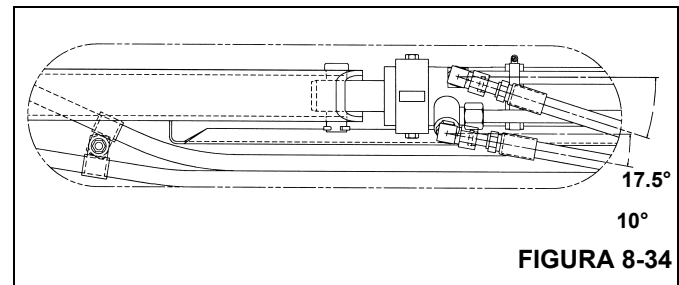

FIGURA 8-34
**NOTA:** Mantenga las mangueras y adaptadores hidráulicos cerca de los ángulos ilustrados (Figura 8-34) y lo más bajo posible para evitar que rocen contra las placas superior y lateral de la viga y para que se desplacen correctamente durante la extensión y retracción de la viga.